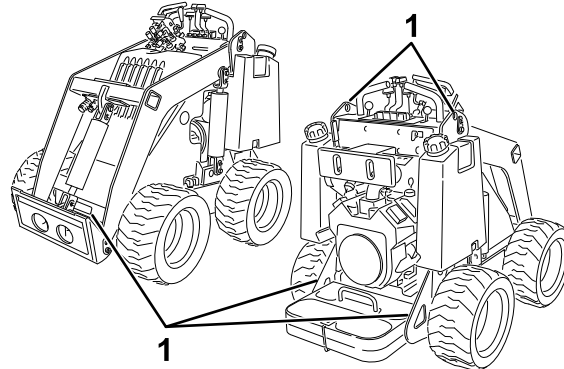

Figure 15
8. Servez-vous des points d'attache en métal de la machine pour l'arrimer solidement sur la remorque ou le véhicule de transport au moyen de sangles, chaînes, câbles ou cordes (Figure 15). Voir la réglementation locale concernant les exigences en matière d'arrimage.
Vous pouvez soulever la machine en vous servant des points d'attache/de levage ; voir Figure 15.